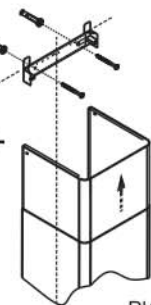

РИС. 6
Сенсорный переключатель (рис.6) имеет четыре сенсорные панели управления и цифровой индикатор, который показывает скорость вентилятора от "0" - вентилятор выключен и до "4" - максимальная скорость.
- обозначьте центры отверстий, для крепления кронштейна, просверлите два отверстия Ø8 мм и забейте дюбели (рис. 6).